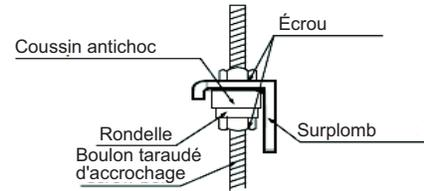

Figure 6 – Fixation du module
5. Fixez le module à l'aide d'écrous et de rondelles sur les deux côtés du support de montage. Assurez-vous que la tige filetée ne dépasse pas de plus de 5 cm (2 po) sous les supports de montage (voir la figure 6).